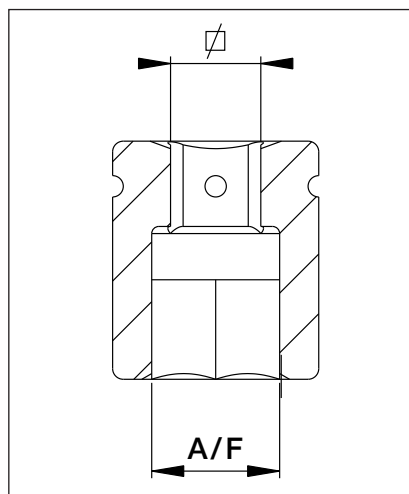

図33
6.7 寸法、BSHシリーズ六角ソケット (図33)
6.7 寸法、BSHシリーズ六角ソケット (図33 - 続き)